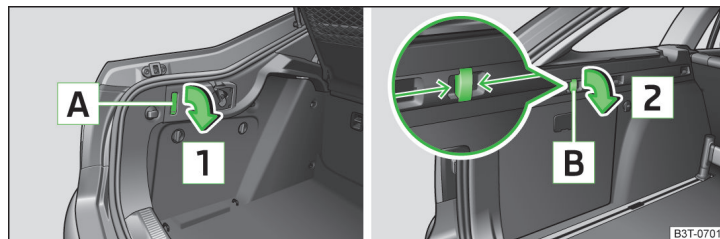

Fig. 101 Crochets rabattables : Superb / Superb Combi
- Superb : Appuyez sur la partie inférieure du crochet **A** et rabattez-le vers le bas dans le sens de la flèche **1** » fig. 101.
- Superb Combi : Tenir le crochet **B** à l'endroit de la flèche et le rabattre vers le bas » fig. 101 dans le sens de la flèche **2**.